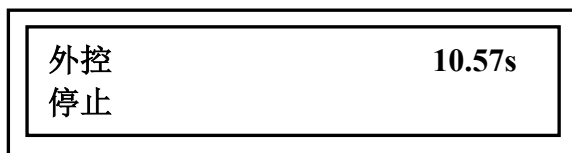

图 9
2) 图中③—EXT.: 外控信号识别, 低电平有效, 已与外控开关相连, 也可与相关信号进行连接处理。
3) 图中④—INPUT: 外部控制信号输入端, 每输入一个脉冲的下降沿, 分装控制器工作一个周期, 应与控制信号连接, 如脚踏开关、光电控制器或其它的 TTL 电平脉冲控制信号的下降沿。
5.2 把“手控/外控”开关拨到外控位置, 液晶显示如图 9: